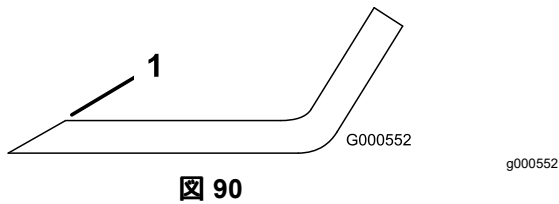

図 90
- ブレードは、左右の刃先をやすりで磨く図 90。
注 もし傾くようなら、重い方の裏面を少し削って調整する図 90。